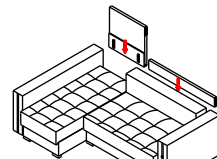

Рис. 11
- ⇨ предварительно подняв сиденье секции с подъемным элементом, установить спинку секции с подъемным элементом, установить планку заднюю (Рис.11)